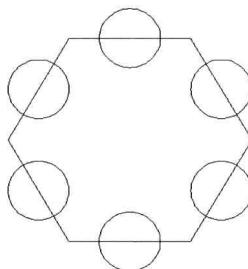
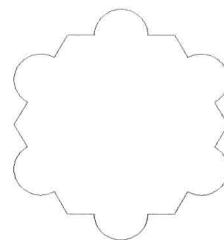

图 6-4-8
图 6-4-9
- (1) 绘制正多边形和圆，如图 6-4-8 所示。
- (2) 单击“常规”选项卡，在“绘图”面板中单击“面域”按钮 ，选择全部对象，按 Enter 键，命令行提示“已创建 7 个面域”。
- (3) 选择菜单命令“修改 / 实体编辑 / 并集”，命令行提示“选择对象”，选择全部对象，按 Enter 键，7 个面域合并为一个面域对象，如图 6-4-9 所示。